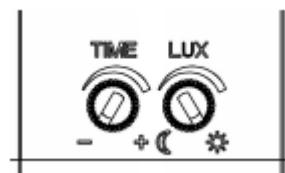

Fig. 4
- Se roteste butonul de temporizare in sens anterior, la valoarea minima - "-"; se roteste butonul de luminozitate in sens orar, la valoarea maxima - "Soare" (fig. 4).